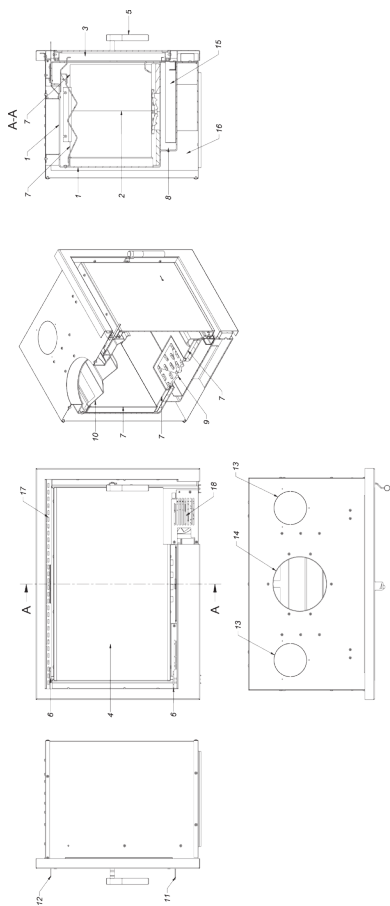

Рис. 3. Топка ARKE – конструкция
Основной частью каминной топки является стальная рубашка (1) (рис. 3), в которой находится камера сгорания (2). Передняя стенка камеры сгорания представляет собой стальную дверцу (3) с однородным термостойким стеклом (4) и ручкой (5). Дверь крепится к дверной коробке с помощью петель(6). Камера сгорания футерована Acumotte (7). Основание вставки - двухслойный пол (8), конструкция которого одновременно является воздухозаборной камерой. Забор воздуха осуществляется дроссельной заслонкой с механизмом управления (11). Над дверцей в центре устройства подачи воздуха на стекло (воздушная завеса) находится ручка дроссельной заслонки(шибера) (12). Ручка управления (11), (12), перемещенная до упора влево, означает, что подача первичного воздуха открыта, а когда ручка перемещается вправо, это означает, что воздухозаборник закрыт. Внизу печи установлена чугунная решетка (9). Отходы: зола и несгоревшее топливо собираются в съемном зольнике (15) под решеткой. Зола, оставшаяся в камере сгорания, удаляется совком и щеткой, каминным пылесосом или насадкой к промышленному пылесосу. Над камерой сгорания находится стальной дефлектор (10). Дефлектор является ограничителем потока выхлопных газов, усиливая теплообмен. При топке дымовые газы омывают стенки камеры сгорания, проходят под дефлектором и продолжают поступать в дымовую трубу (14) и проходят по каналу в дымоход. ARKE оснащена двумя вентиляторами общей мощностью 38 Вт и производительностью 280 м3/ч (18), расположенными под камерой сгорания. Холодный воздух из помещения с помощью турбин направляется вдоль нижней, задней и верхней стенок камин(16), где он нагревается, а затем выбрасывается в помещение через отверстия над дверью(17). Агрегат также имеет возможность подсоединить два канала распределения горячего воздуха к конвекционному каналу. Это соединение осуществляется через два отверстия в верхней части камин(13). Для подключения воздуховодов необходимо приобрести соответствующие соединительные элементы. Турбины питаются от сети 220 В. С внешней стороны корпуса кассеты подключается кабель с вилкой. В правом нижнем углу дверной коробки расположен трехпозиционный переключатель 1-0-2 управления турбинами: